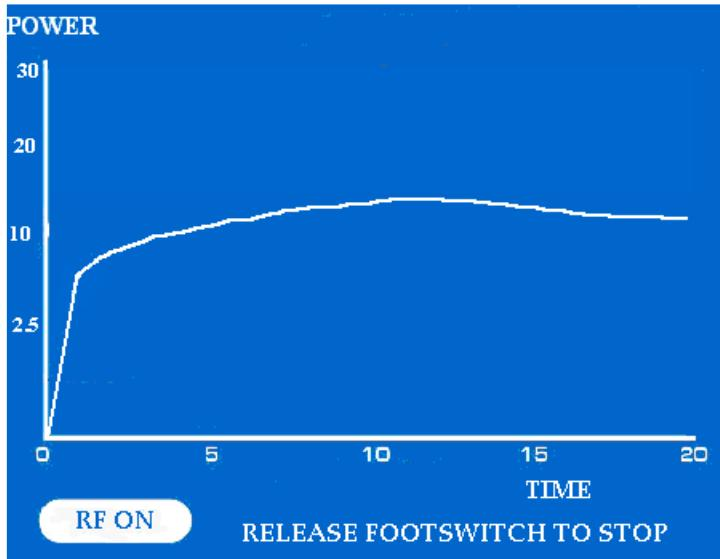

図11 RF ON モードを示すディスプレイ (ペンタイプ電極)
- i. 組織に供給される電力のリアルタイムグラフは LCD グラフィックス・スクリーンに±20%の公差で表示され、出力グラフは 20 秒単位で表示されます。(図 11 参照)。
- ii. 40 秒以内にフットスイッチを離さなければ、システムは自動的にタイムアウトし、アブレーションを停止します。(図 11 参照)